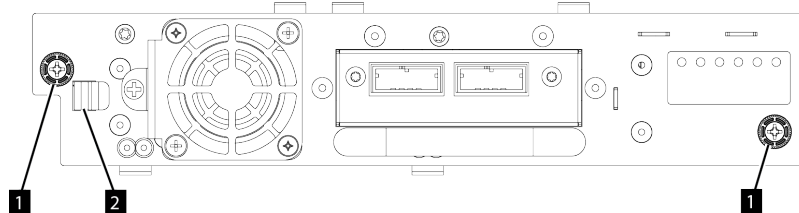

Figura 62. Desbloqueo de la unidad
- Afloje los tornillos de mariposa de color azul (**1** en Figura 62 en la página 153) en la unidad de cintas. Presione la palanca de bloqueo (**2** en Figura 62 en la página 153) a la derecha y tire hacia atrás en el asa de la unidad de cintas mientras se da soporte a la parte inferior de la unidad para extraerla de la unidad.